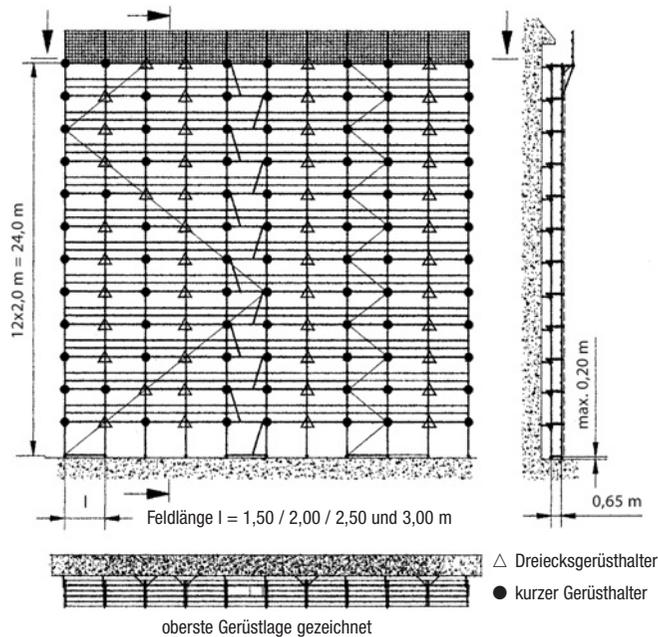

Bild 27
**Hinweis:** weiterer Aufbau wie in Bild 27 dargestellt und auf Seite 36 beschrieben